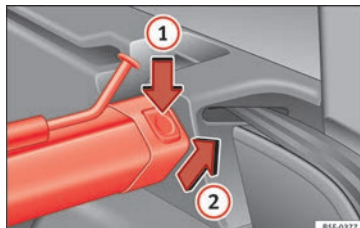

Abb. 167 Im Kofferraum: Trennwandnetz ausbauen.
- Linke oder rechte Entriegelungstaste » **Abb. 167** in Pfeilrichtung **1** drücken.
- Stützschaale in Pfeilrichtung » **Abb. 167** **2** abnehmen.
- Schale der Träger links und rechts entgegen der Pfeilrichtung drücken » **Abb. 167** **2**, bis diese einrastet.